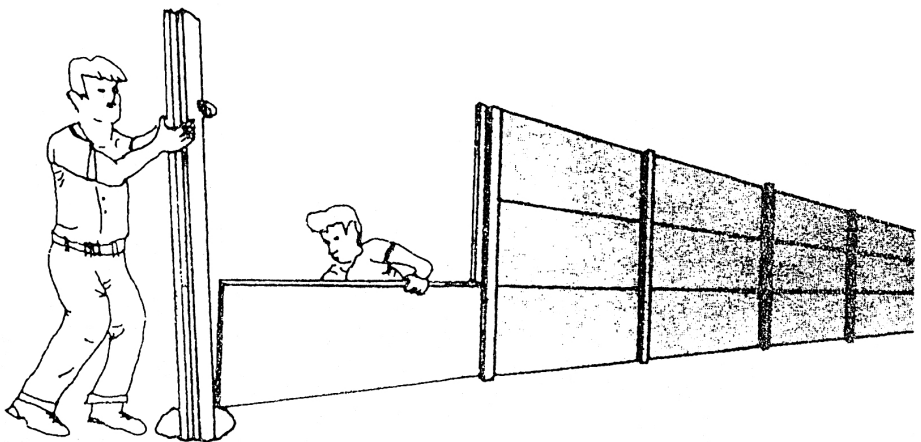

Figura 7
**NOTA:** O sistema de placas pré-moldadas de concreto pode ser utilizado (Figura 7). Sua execução é simples e bastante rápida. Consulte a ABCP, caso queira saber mais informações sobre este sistema.